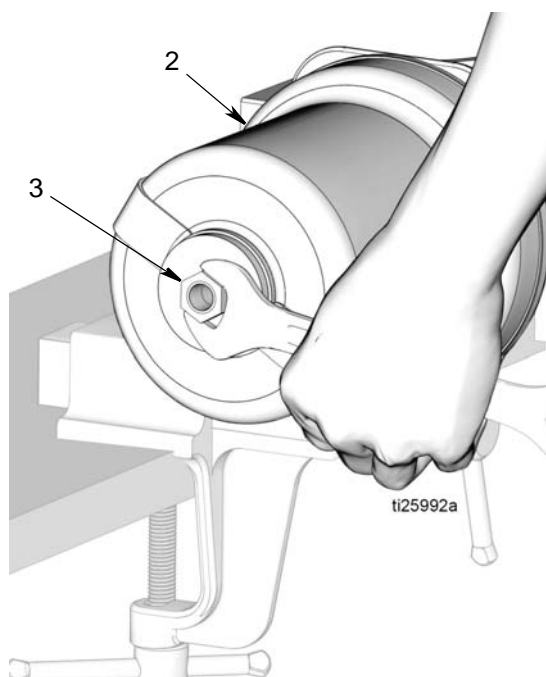

Рис. 54
- e. Накрутите стопорную гайку поршня (3) на верхнюю часть пневматического цилиндра (2), как показано на Рис. 54. Затяните гайку гаечным ключом. Затягивать гайку следует с усилием 15 - 17 футофунтов (20.3 - 23.1 Н•м).